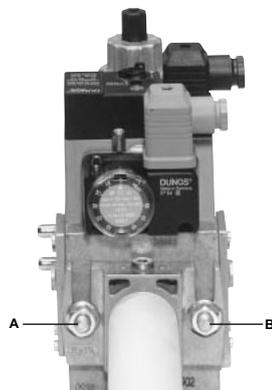

Рис. 7
3. Затянуть винты А, В, С и D (Рис. 7 - Рис. 8), (Рис. 10), соблюдая дистанции монтажа (Рис. 10);